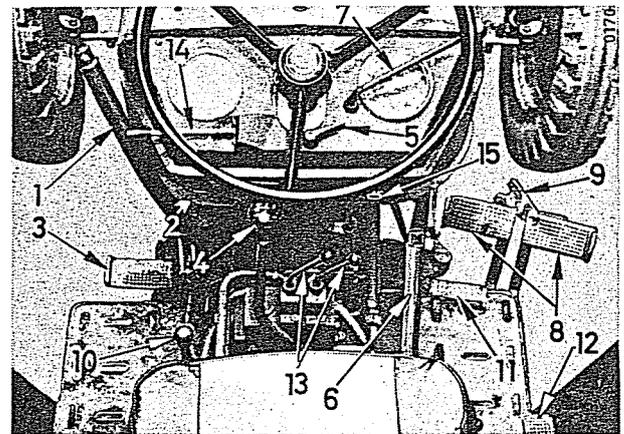

Fig. 6
La pédale de commande du blocage de différentiel se trouve du côté droit du tracteur (repère 12, Fig. 6). Pour engager le blocage, il faut appuyer à fond sur la pédale (12) et la maintenir enfoncée. Le blocage cesse automatiquement au relâchement de la pédale.
Avec le levier (14, Fig. 6), vous actionnez les feux de direction.
- Placez le levier des vitesses au point mort (4, Fig. 6).
- Tirez complètement en arrière la manette d'accélération (7, Fig. 6) jusqu'à sa position de régime maximum.